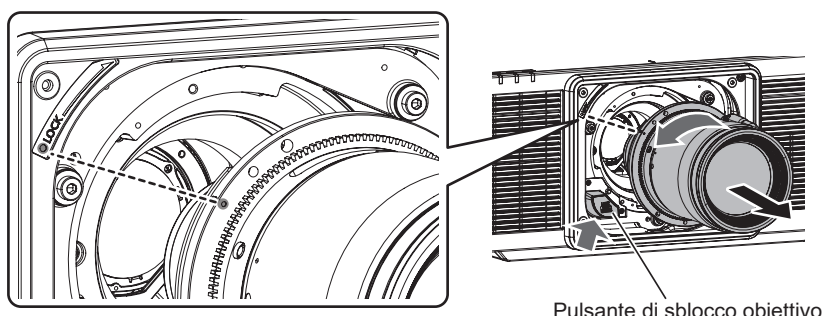

Fig. 1
1) Rimuovere la copertura del foro dell'obiettivo. (Fig. 1)
- 2) **Rimuovere l'obiettivo di proiezione ruotandolo in senso antiorario mentre si preme il pulsante di rilascio dell'obiettivo. (Fig. 1)**